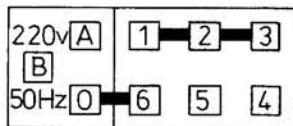

Fig. 1
- Monteringsprofil og -krog (fig. 2) opstættes i lod og vase som vist fig. 1.
- Krave for aftræk monteres, se fig. 1. Aftræksrør isættes krave.
Fig. 1 viser normal forbindelse,